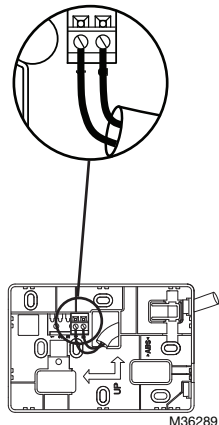

Fig. 5. Connexion des câbles à la plaque à bornes.
Raccordez la plaque à bornes comme il est indiqué à la Fig. 5 :
3. Passez en revue et vérifiez le câblage de la connexion de la borne illustrée à la Fig. 5.